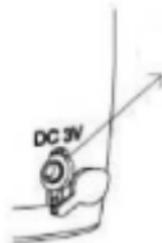

Fig. 2
- 1) Conecte o plug da fonte auxiliar na entrada auxiliar de energia de unidade principal (fig.2).